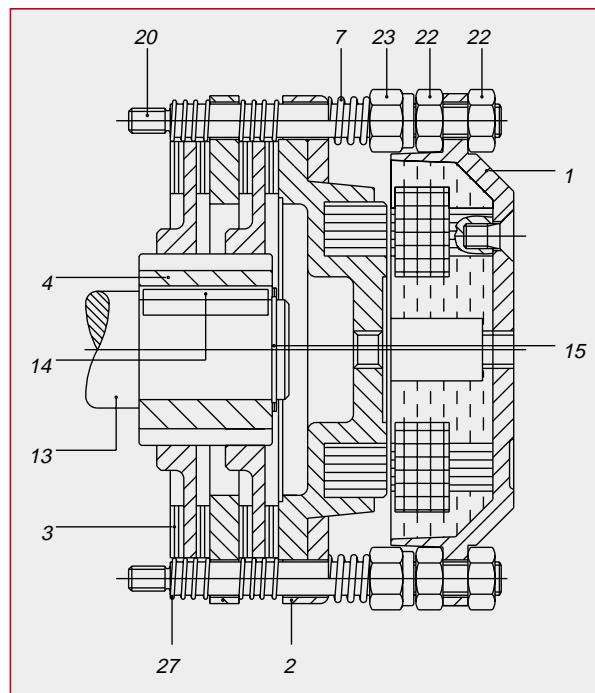

Fig. 9
**Nota:** per aumentare o diminuire il momento frenante agire sul dado autobloccante (23) (con riferimento alla fig. 9): avvitando (in senso orario, guardando l'albero lato freno) si aumenta il precarico sulla molla (7), e il momento frenante aumenta. Svitando il dado (in senso antiorario) la coppia frenante diminuisce.
**Note:** the braking torque can be adjusted by means of the self-locking nut (23) (with ref. to fig. 9). Tightening the nut (clockwise direction looking into the brake-side shaft), the preload on the thrust spring (7) increases, and the braking torque thus increases.